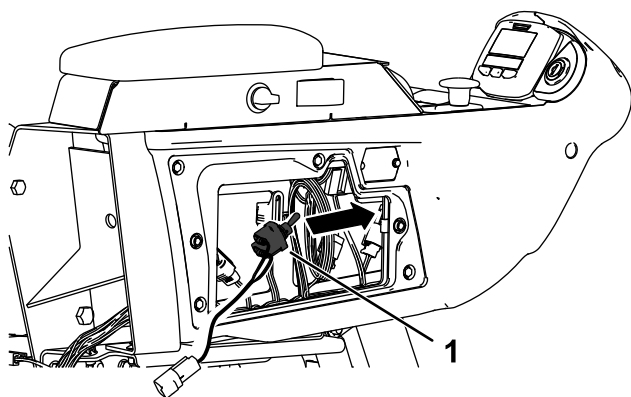

**Figure 19**
**Remarque:** L'interrupteur est rappelé par ressort à l'arrière (Figure 19). L'interrupteur est normalement ouvert entre les bornes 1 et 2 (Figure 18).
4. Reliez le câble rouge étiqueté BYPASS ENGAGE SWITCH 2 du faisceau de l'interrupteur à la borne numéro 2 centrale de l'interrupteur de neutralisation (Figure 18 et Figure 19).
5. Fixez le fil gris étiqueté BYPASS ENGAGE SWITCH 1 du faisceau de l'interrupteur sur la borne numéro 1 arrière de l'interrupteur de neutralisation (Figure 18 et Figure 19).